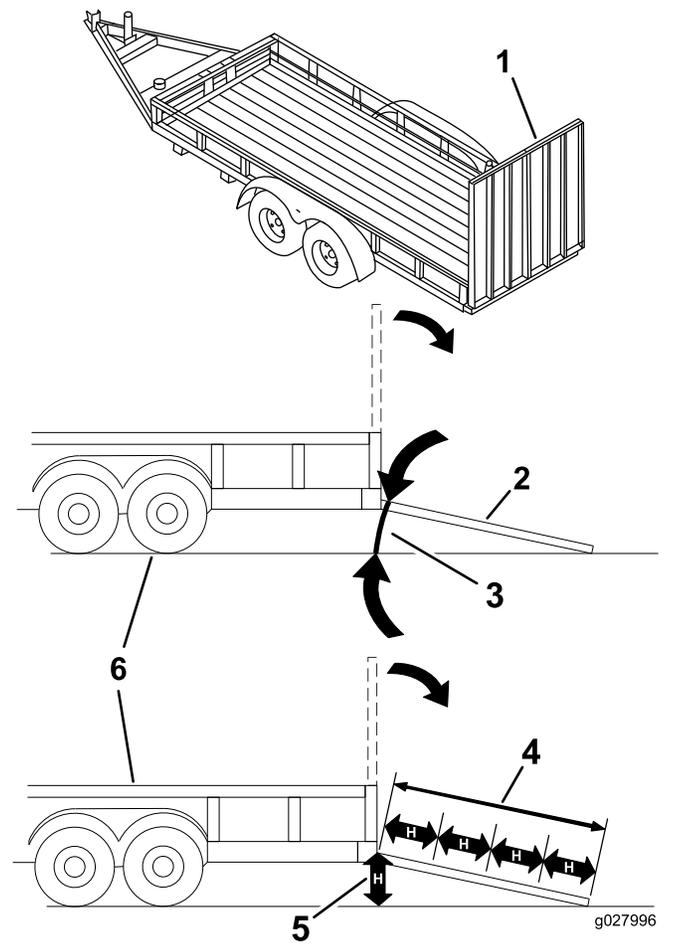

Bild 37
Beim Verladen einer Maschine auf einen Anhänger oder Pritschenwagen erhöht sich die Gefahr, dass die Maschine umkippt und schwere oder tödliche Verletzungen verursacht (Bild 37).
3. Senken Sie die Rampe ab und stellen Sie sicher, dass der Winkel zwischen der Rampe und dem Boden höchstens 15 Grad beträgt (Bild 37).
1. Senken Sie die Rampe ab und stellen Sie sicher, dass der Winkel zwischen der Rampe und dem Boden höchstens 15 Grad beträgt (Bild 37).